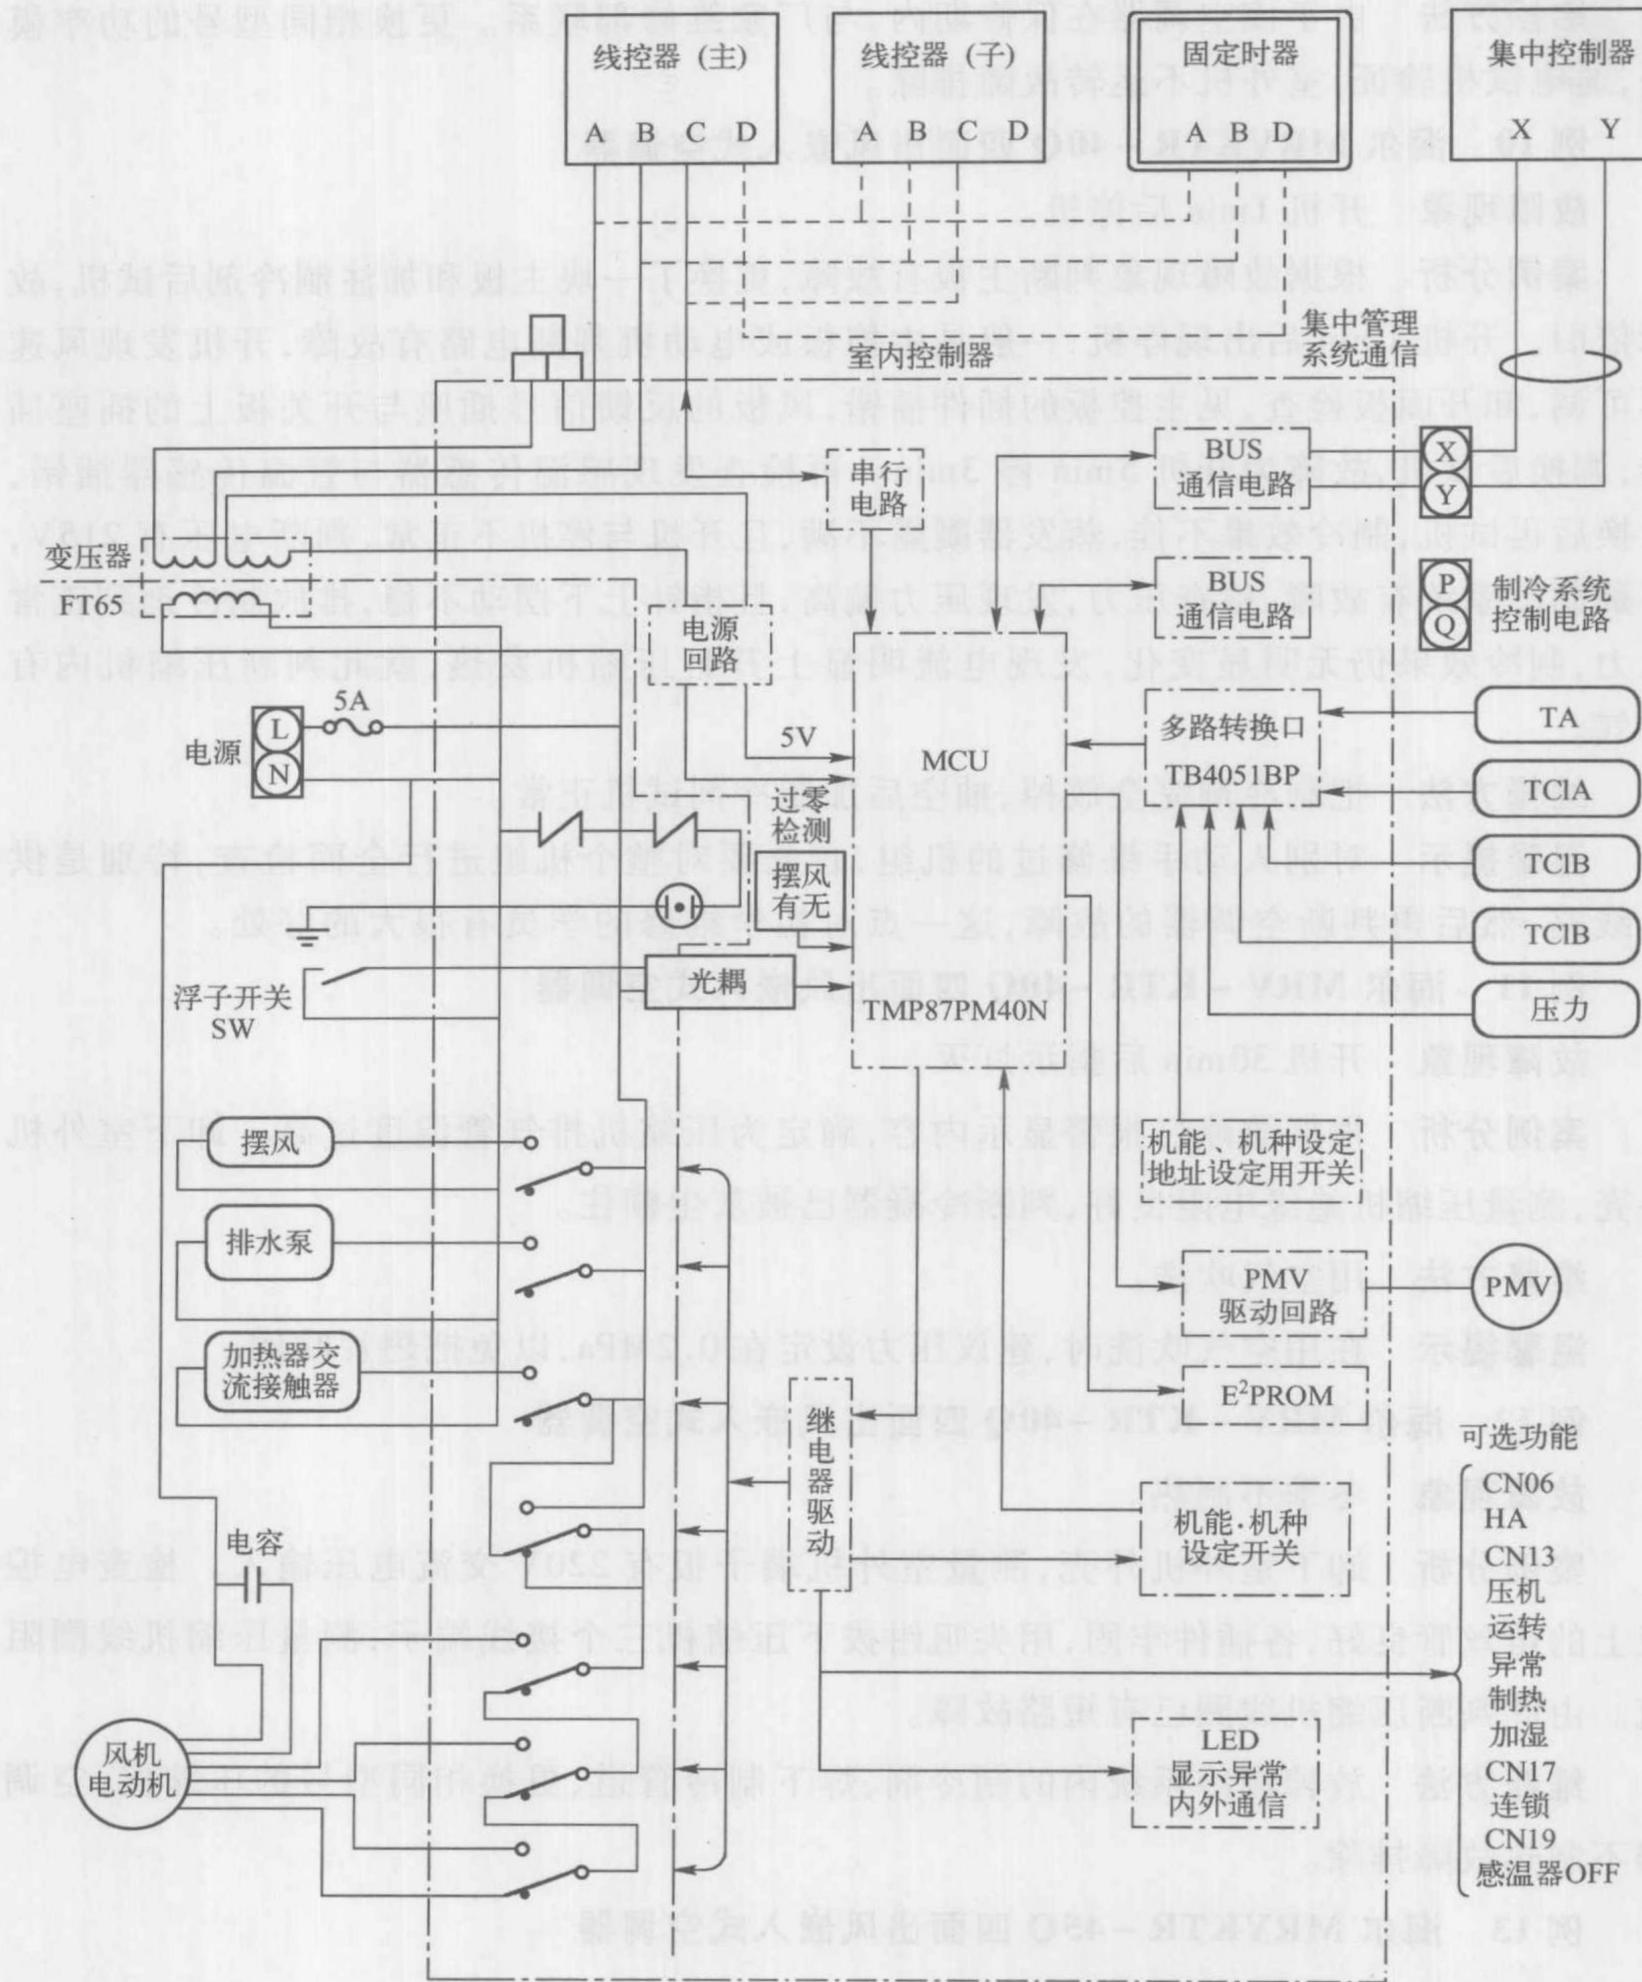

图 1-1 海尔 MRV 空调器 TMP87PM40N 控制板控制电路
**温馨提示** 海尔MRV空调器TMP87PM40N控制板控制电路如图1-1所示。